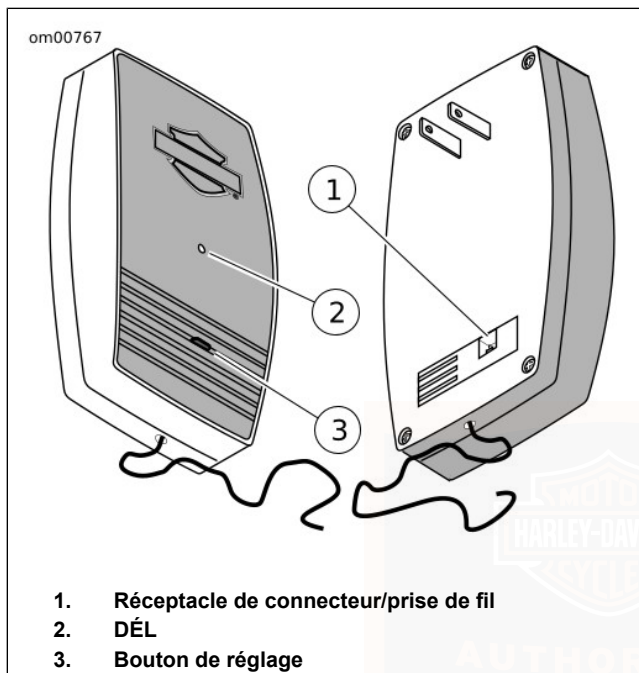

Figure 35. Récepteur d'ouvre-porte de garage
5. Voir Figure 35 . Brancher le connecteur sur les fils du récepteur dans le réceptacle (1) à l'arrière du récepteur.
2. Voir Figure 35 . Maintenir enfoncé le bouton de réglage (3) sur le récepteur d'ouvre-porte de garage Harley-Davidson. La DÉL (2) clignote en continu lorsque le bouton de réglage est enfoncé.